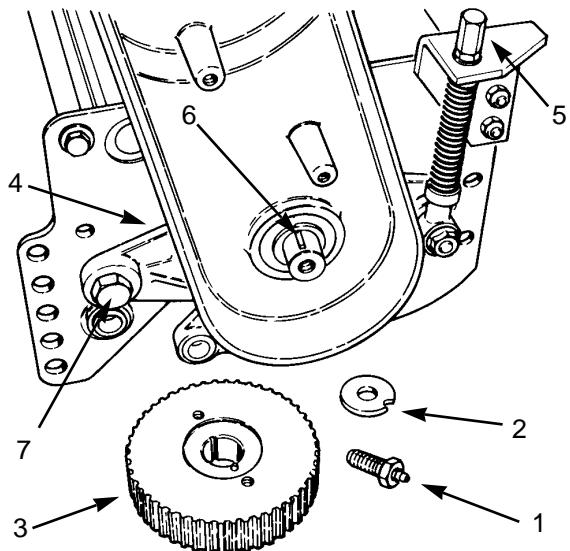

図31
6. リール・シャフトから、リール・キャップ・ネジと鋸歯ワッシャ、ブーリ・ワッシャを取り(図31)。
7. プラーを使用して、リール・シャフトから受動ブーリを引き抜き(図31)。半月キーも取る。
8. 調整アセンブリとコーン・ナット、鋸歯ワッシャ、ショルダー・ボルトを取り、サイド・プレートからハウジングを外す(図31)。
- ブーリのワッシャのスロットとロール・ピンが合っているのを確認し、ワッシャ、歯状ワッシャとキャップスクリュを通す(図31)。ネジ部分に中程度のロッキング剤を塗り6.2 ~ 7.6 kg.mで締めつける。